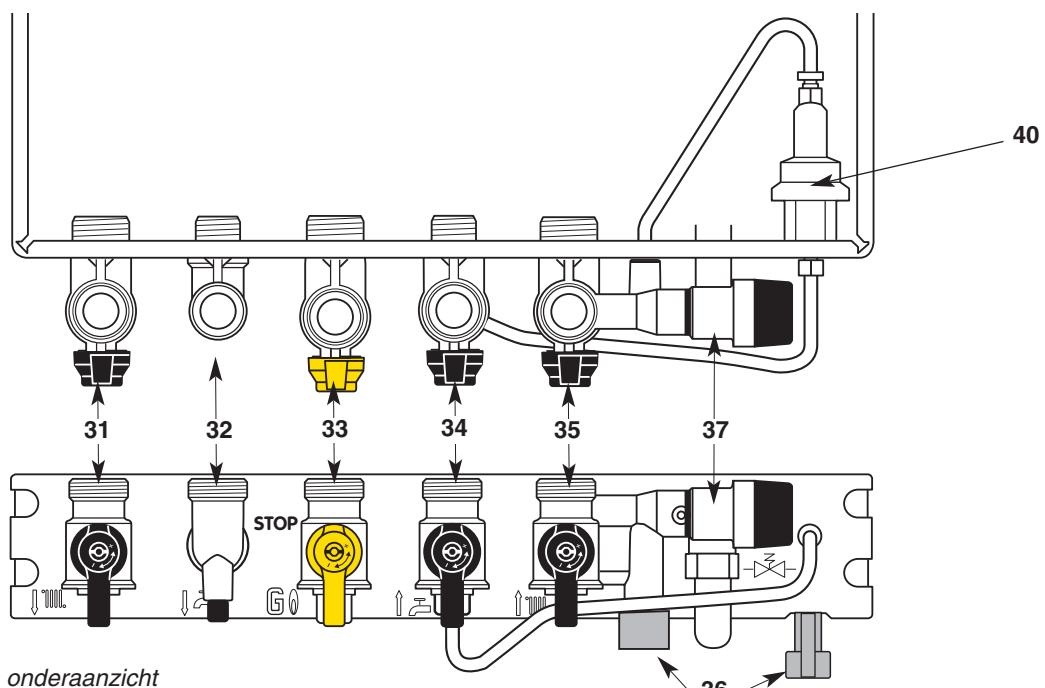

Fig. 22 - Vooraanzicht en onderaanzicht
Kraanblok (fig. 22)
- Zet de gastoovoerkraan **33** (fig. 22), open op stand .
- Draai de gastoovoer dicht door middel van kraan **33** (fig. 22), op STOP .
*Bij sommige installaties is het mogelijk dat er zich bij aftappen van warm water, een lichte opwarming voordoet van de buizen (en eventueel van een radiator). Om dit te vermijden, de vertrekraan van de verwarming **31** (fig. 22)*